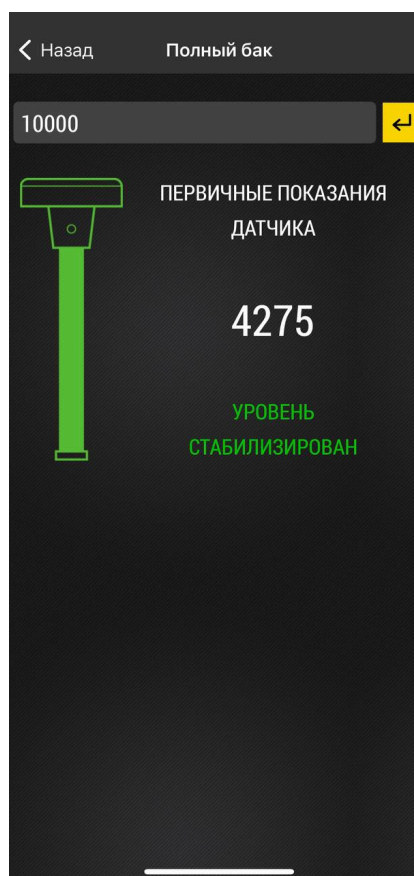

Рис.24. Стабильные показания уровня
5. Дождитесь стабилизации уровня — появится сообщение «**Уровень стабилизирован**», окрашенное в зеленый цвет (Рис.24).